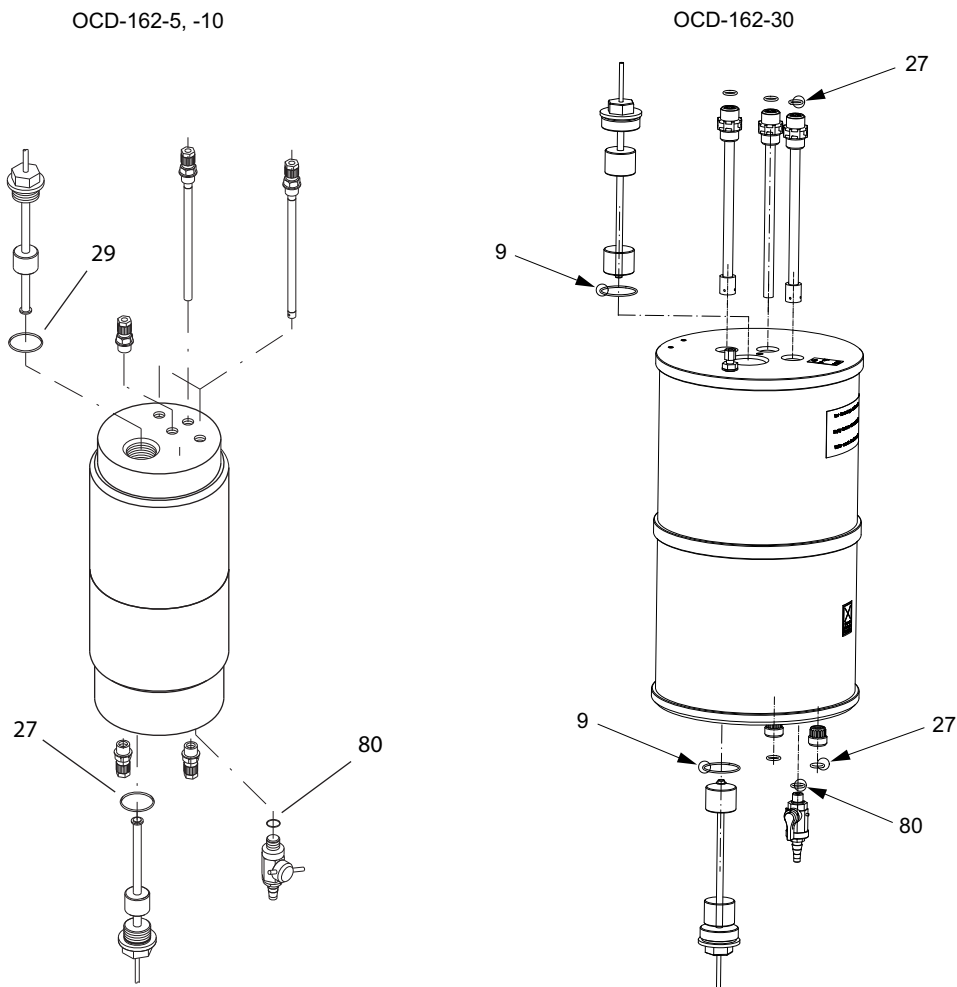

Рис. 47 OCD-162-5, -10, -30: Удаление поплавкового выключателя из реактора
2. Удалите уплотнительное кольцо (рис. 47).
4. Удалите уплотнительное кольцо (рис. 47).
5. Вытащите выпускной кран и удалите уплотнительное кольцо (рис. 47).